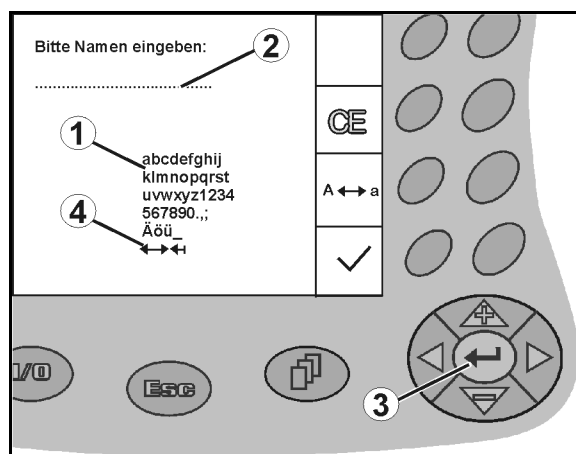

Fig. 12
Hvis det er nødvendigt at indtaste tekst eller tal på **AMATRON⁺**, vises indtastningsmenuen (Fig. 12).
I den nederste del af displayet vises et valgfelt (Fig. 12/1) med bogstaver, tal og pile, fra hvilken indtastningslinjen (Fig. 12/2) dannes (tekst eller tal).
Valg af bogstaver eller tal i valgfeltet (Fig. 12/3).
- Overtagelse af valget (Fig. 12/3).
Pilene i valgfeltet (Fig. 12/4) muliggør en bevægelse i tekstlinjen.
Pilen i valgfeltet (Fig. 12/4) sletter den sidste indtastning.